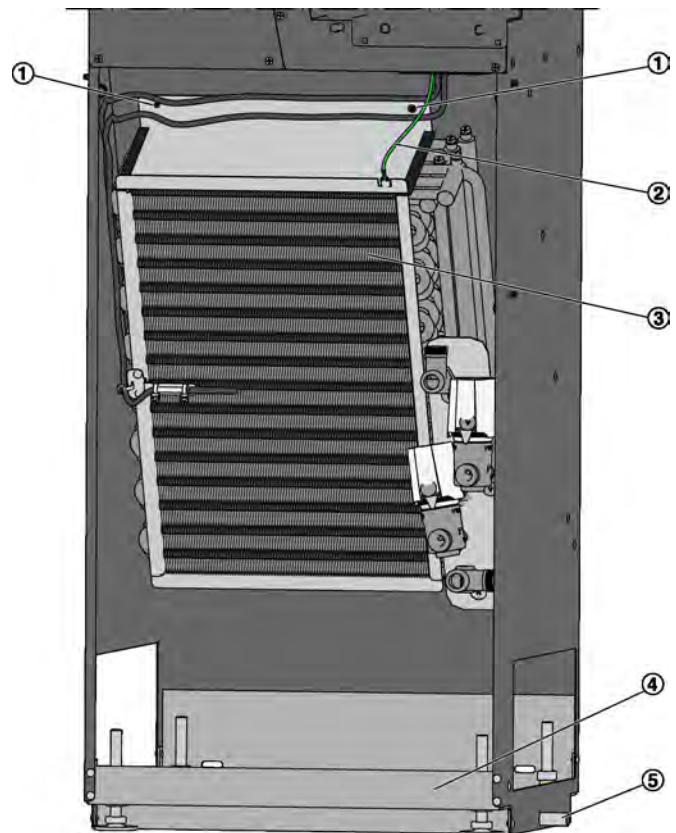

Abb. 28: Wärmeübertrager am Beispiel SCHOOLAIR-V
Schutzleiter (Abb. 28 /2) am Wärmeübertrager lösen.
Wärmeübertrager (Abb. 28 /3) durch lösen der beiden Kreuzschlitzschrauben (Abb. 28 /1) lösen und nach oben aus dem Gerät ziehen.
7. ▶ Die Kondensatwanne (Abb. 28 /4) mit handelsüblichen Reinigungs- oder Desinfektionsmitteln reinigen.
- Kondensatablauf (Abb. 28 /5) (optional) auf freien Ablauf prüfen.